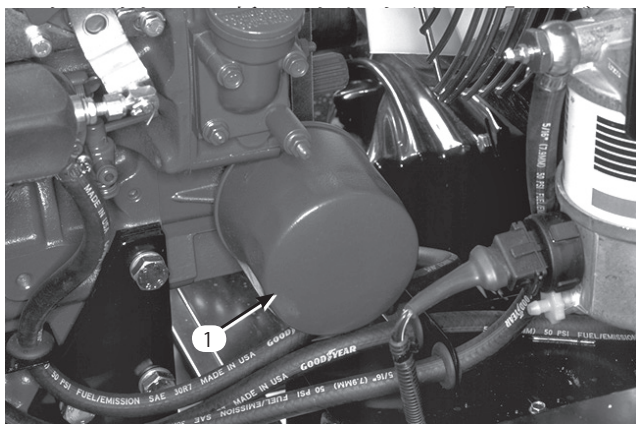

図31
2. 古いフィルタを取る(図31)。新しいフィルタに薄くオイルを塗って取り付ける。締めすぎないこと。